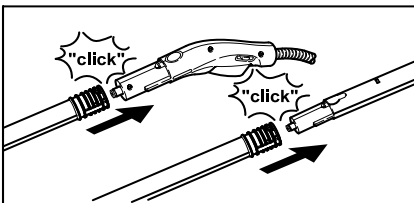

Abbildung 4
- Bei Bedarf die Verlängerungsrohre (D1) verwenden. Dazu ein bzw. beide Verlängerungsrohre auf die Dampfpistole (C1) montieren (siehe Abbildung 4). Benötigtes Zubehör (E1, F1) auf das freie Ende des Verlängerungsrohres schieben.